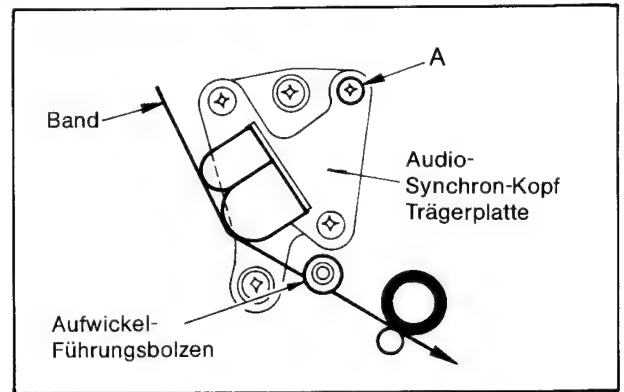

Bild 2-29
2. Die Höhe des Aufwickel-Führungsbolzens möglichst nicht verstellen, sondern die Neigung des Audio-Synchronkopfes mit Schraube A verändern, bis glatter Bandlauf erzielt wird (Bild 2-29).